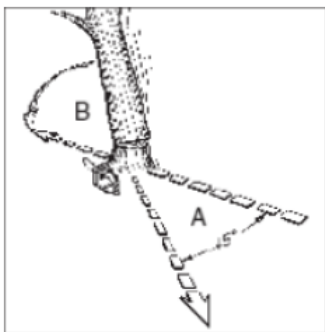

Fig 10a
Attenzione: prima di iniziare il taglio, è necessario pianificare e liberare una via di fuga (A). La via di fuga deve estendersi all'indietro e in diagonale, nella direzione opposta alla caduta, come in Fig. 10a.
ATTENZIONE: Quando il taglio di abbattimento si avvicina alla cerniera, l'albero dovrebbe iniziare a cadere. Quando l'albero inizia a cadere, rimuovere la motosega dal taglio, spegnere il motore, posare la motosega e abbandonare l'area attraverso la via di fuga (Fig. 10a).